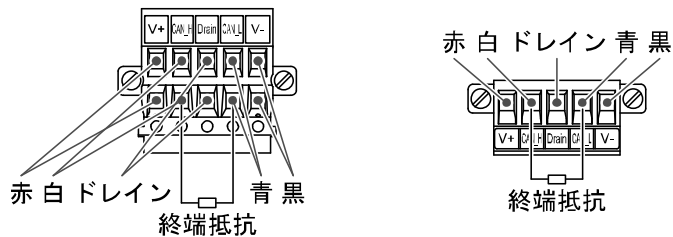

図2
(2) DeviceNet™システムの両端のユニットには、必ず“CAN\_H”-“CAN\_L”間に“終端抵抗”を接続してください。(図2参照)